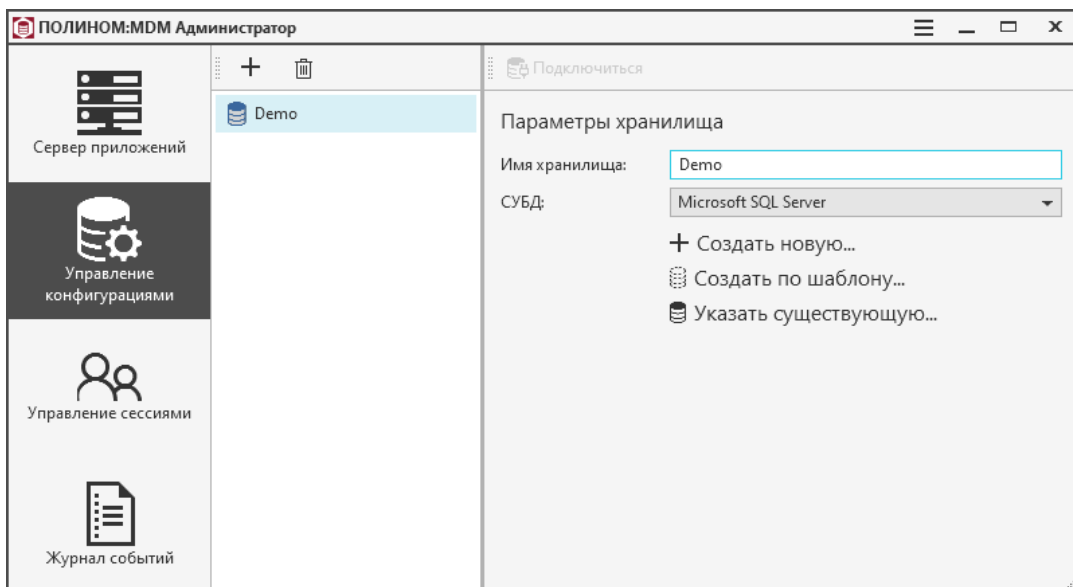

Рис. 4.43
1. Запустите приложение ПОЛИНОМ:MDM Администратор (рис. 4.43).